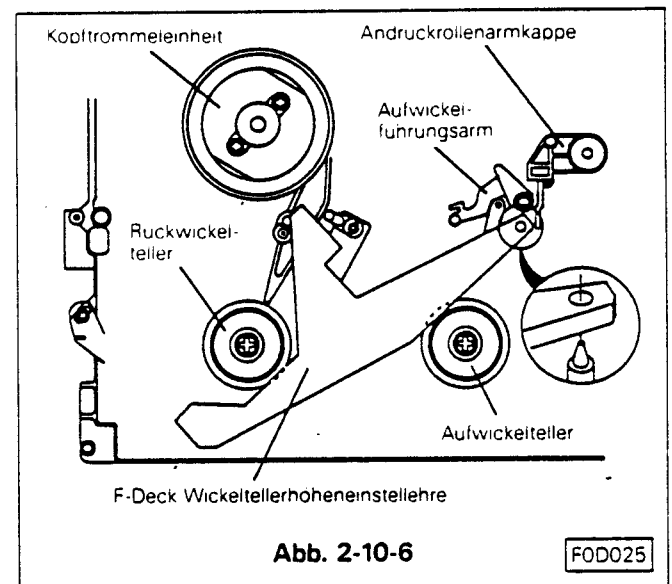

Abb. 2-10-6
- J Die Wickeltellerhöhen-einstellehre (Best. -Nr. 859C342020) in die entsprechende Position Punkt A einsetzen. (Siehe Abb. 2-10-6)
- Die Wickeltellerhöhen-einstellehre (Best.-Nr. 859C342020) in die entsprechende Position Punkt A einsetzen. Siehe Abb. 2-10-6.
- Die Wickeltellerhöheninstellehre für das F-Chassis einsetzen, (siehe Abb. 2-10-6) die Höhe des Bandführungsarms mit der Befestigungsschraube so einstellen, daß die untere Flanke des Führungsbolzens gleiche Höhe hat mit dem Punkt B für das F-Chassis. (Siehe Abb. 2-13-2)